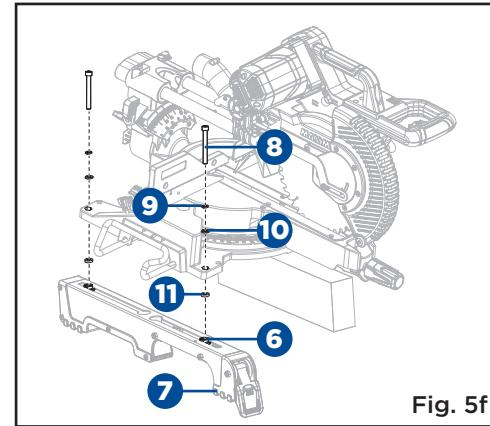

Fig. 5f
- Placez un étrier de fixation de scie (7) sous le côté surélevé de la scie, en alignant les trous de fixation de la base de la scie à onglets avec l'écrou (6) à l'intérieur du dessus de l'étrier. Introduisez un boulon à tête hexagonale M6 x 55 mm (8) dans une rondelle à ressort 6 (9), une rondelle plate 6 (10), une rondelle en plastique (11), dans l'écrou (6) à l'intérieur du dessus de l'étrier et dans un trou de fixation de la scie. Fixez le tout. Répétez cette étape pour l'autre extrémité avec le deuxième étrier. (Fig. 5f)